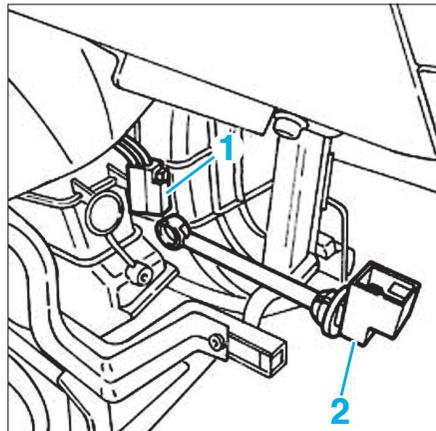

FIG. 29
- Débrancher le connecteur (1) de la sonde de température (Fig.29).
- Dévisser la sonde de température (2).